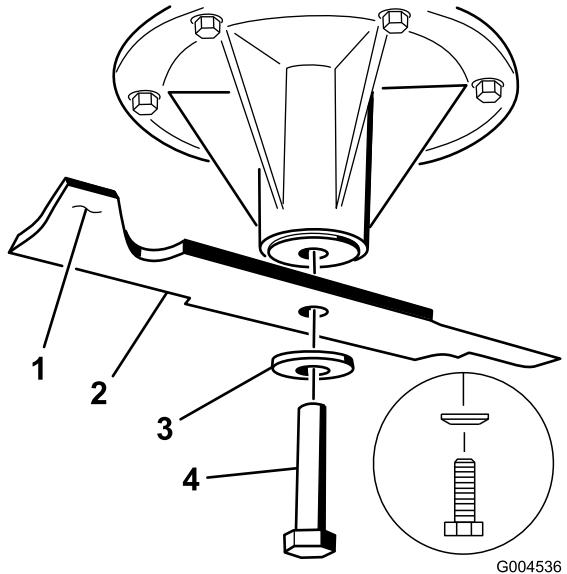

図 78
2. スピンドルのシャフトからブレードボルト、湾曲ワッシャ、ブレードを取り外す(図 78)。
ればバランスがとれているからそのまま使用してよい。もし傾くようなら、重い方の裏面を少し削って調整する(図 78)。バランスがとれるまで調整する。